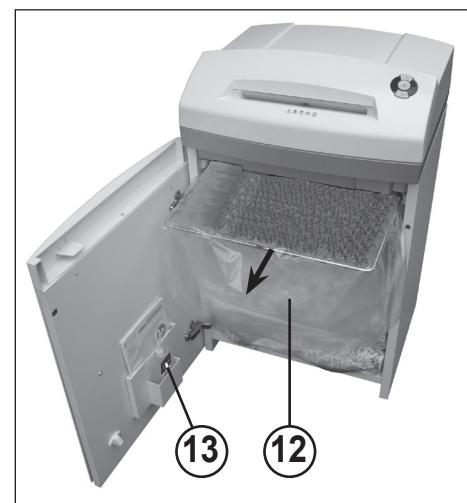

fig. 4
12 = Sac collecteur pour papier (fig. 4)
13 = Récipient d'huile (fig. 4)
VIDER LE SAC COLLECTEUR POUR PAPIER (fig. 4)
Ouvrir la porte. Le voyant de contrôle  (8) s'allume et le voyant LED  de la touche de marche arrière (4) ainsi que le voyant de contrôle  (7) clignotent. Retirer le récipient d'huile (13) (fig. 4) de son support dans la porte et refermer la porte.